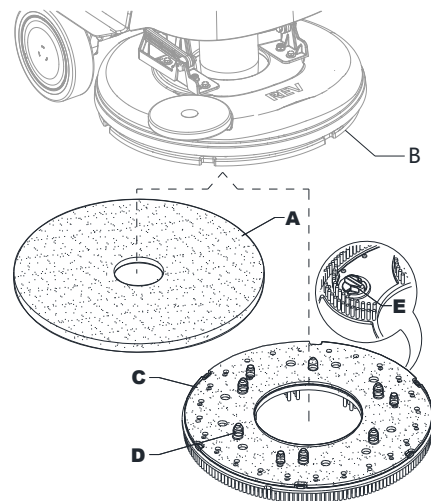

Figure 5
1. S'assurer que le plateau REV (41) est soulevé.
2. Couper la machine avec le bouton marche/arrêt (62).
3. En fonction du traitement à effectuer sur le sol, installer le tampon (A, Fig. 5) ou la brosse (C, en option) en suivant les instructions ci-dessous :
- Placer le tampon (A) sous le plateau et l'appuyer jusqu'à la fixation avec le velcro du disque d'entraînement (B).
- Placer la brosse (C, optionnelle) sous la tête, puis faire correspondre les pions de centrage (D) aux trous respectifs du disque d'entraînement (B), ensuite accrocher la brosse avec les trois vis de fixation (E).